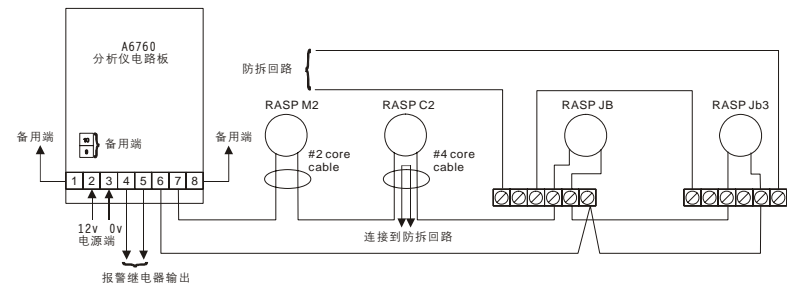

图 4。现场布线图显示当前可用的传感器 / 分析仪与探测器的连接。
- g) 传感器和保护设备需与 A6760 分析仪的 6# 和 7# 终端位置串联，参看图 4。